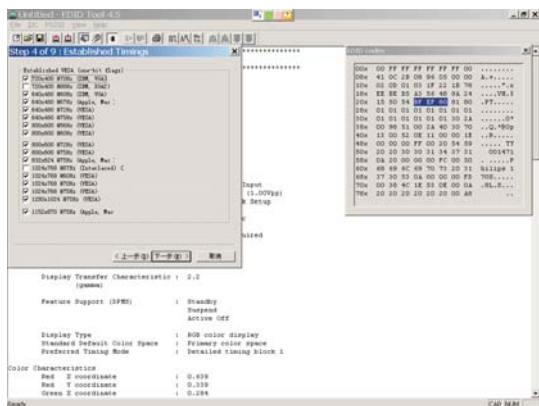

Fig. 13
3. Click Next, bring up Fig. 13.